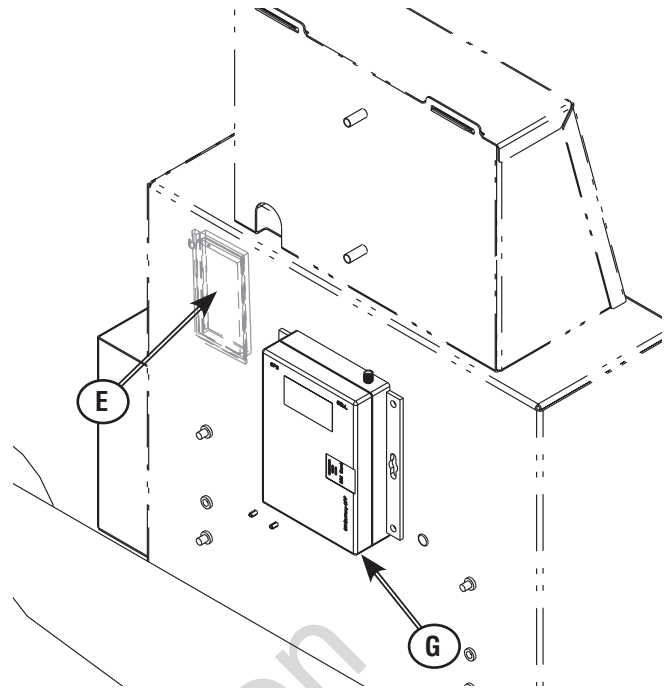

Figure 17
**\* Pour les générateurs de secours horizontales refroidies par liquide, reportez-vous à la figure 17 à la page 10**